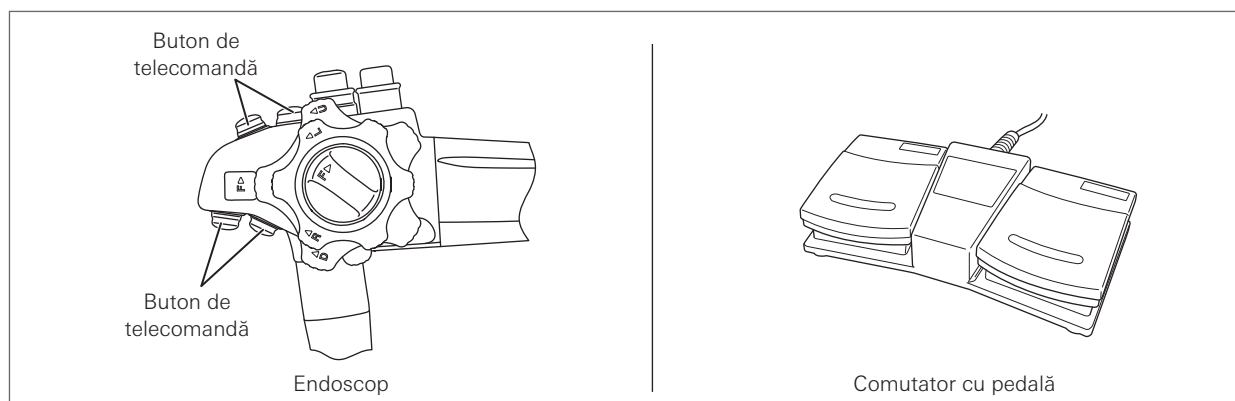

Figura 4.7
2. Apăsăți fiecare buton de telecomandă de pe corpul de control al endoscopului și comutatorul cu pedală și verificați dacă funcția atribuită butonului este activată (Figura 4.7).